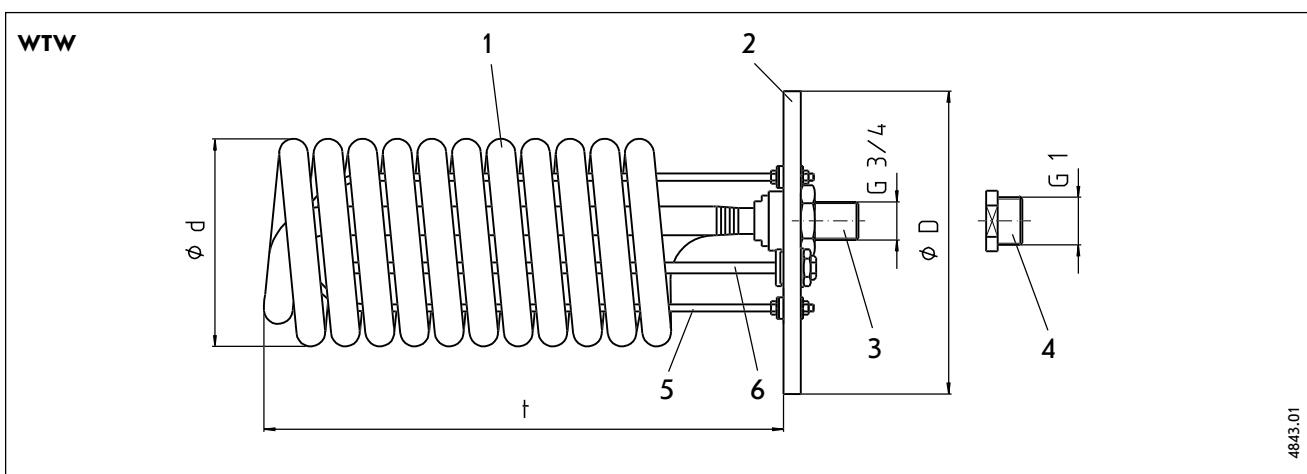

Рис. 8
SB 201-1002 AC****Трубчатый теплообменник WTW (рис. 8)**
**Трубчатый теплообменник WTFS (рис. 8)**